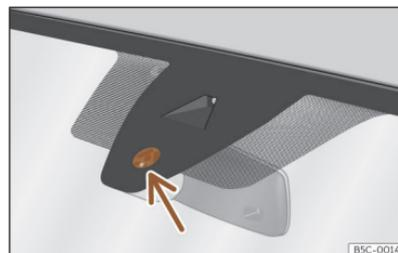

Abb. 105 Sensitive Fläche des Regensensors.
Mögliche Ursachen für Störungen und Fehlinterpretationen im Bereich der sensitiven Fläche >>> (Abb. 105) des Regensensors sind u.a.:
- **Schmutz:** Trockener Staub, Wachs, Scheibenbeschichtungen (Lotuseffekt) oder Waschmittlrückstände (Waschstraße) können den Regensensor tendenziell unempfindlicher machen oder später, langsamer oder gar nicht mehr reagieren lassen. Die Sensorfläche des Regensensors >>> (Abb. 105) (Pfeil) regelmäßig reinigen und die Scheibenwischerblätter auf Beschädigungen prüfen.